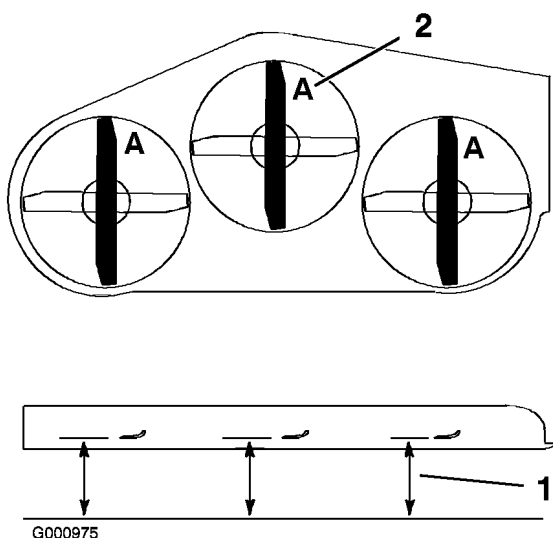

Figura 70
1. Gire las cuchillas hasta que los extremos estén orientados hacia adelante y hacia atrás (Figura 70). Mida desde una superficie nivelada hasta el filo de corte, posición **A**, de las cuchillas (Figura 70). Anote esta dimensión.